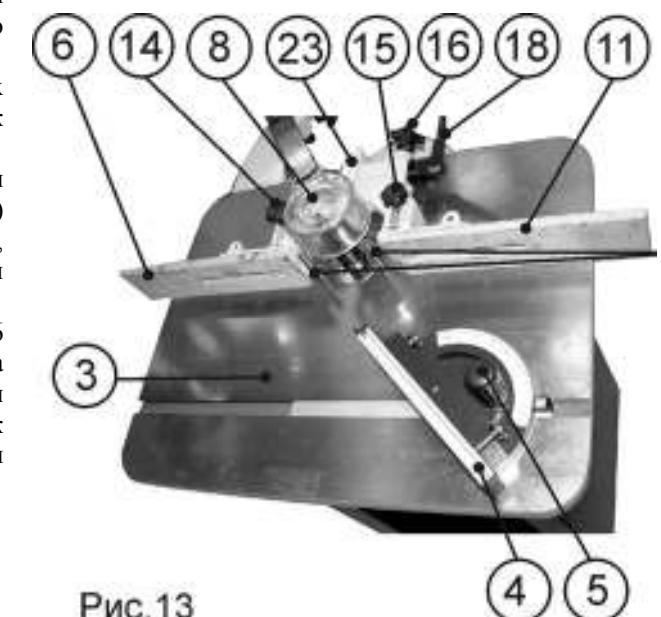

Рис.13
10.1.2. При не работающем станке поместить заготовку на рабочий стол (3). Проверить плавность движения и равномерность прилегания заготовки по рабочему столу (3) и направляющей планке (11) Рис. 13.
10.1.3. При выполнении фрезерной операции с применением направляющей скоса (4), при не работающем станке проверить равномерность прилегания заготовки к направляющей скоса (4) и рабочему столу (3) и плавность движения направляющей скоса (4) и заготовки по рабочему столу (3) Рис. 13.
10.3.4. Подавать заготовку с равномерной скоростью. Любая остановка заготовки образует неровность или ступень на обрабатываемой поверхности заготовки. При фрезеровании верхняя часть фрезы находящаяся выше заготовки в целях собственной безопасности должна закрываться защитным колпаком (8) Рис.13.
10.4.2. Для выполнения криволинейного фрезерования используются специальные приспособления – цулаги, упорные кольца и копировальные пальцы (41). При копировании заготовки по имеющемуся образцу или шаблону предусмотрена в рабочем столе (3) установка двух съёмных копировальных пальцев (41). Заготовку кладут на копир – шаблон, который имеет конфигурацию будущей детали, и зажимают. Кромку копира – шаблона обводят по копировальному пальцу (41) Рис.13. Фреза на заготовке повторяет конфигурацию копира – шаблона. Меняя шаблоны и режущий инструмент, можно получить различные изделия. Об изготовлении и методах работы с этими приспособлениями можно получить информацию в соответствующих учебных пособиях о работе с фрезерными деревообрабатывающими станками.